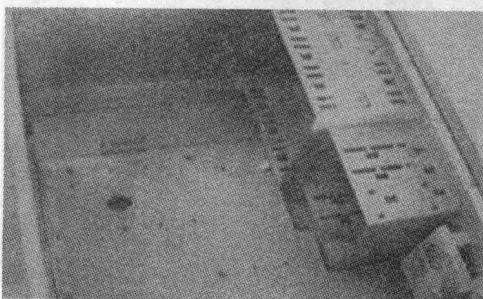

图 2-9
1. 将配置的机箱拆开两侧的挡板，并将其平放于工作台上。如图 2-9 所示。